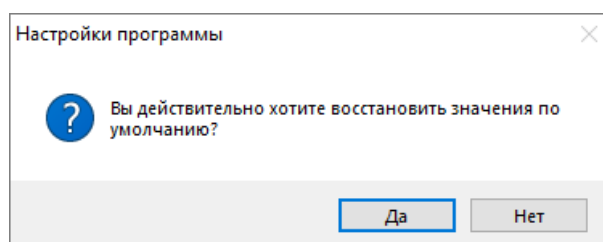

Рисунок 11-103 Окно подтверждения возврата в настройкам по умолчанию
- **Настройки по умолчанию** – нажмите эту кнопку, если необходимо восстановить предустановленные настройки. В открывшемся диалоговом окне подтверждения возврата к настройкам по умолчанию (см. Рисунок 11-103) нажмите кнопку «Да», чтобы подтвердить возврат к настройкам по умолчанию (либо нажмите кнопку «Нет», чтобы отказаться от возврата к настройкам по умолчанию);